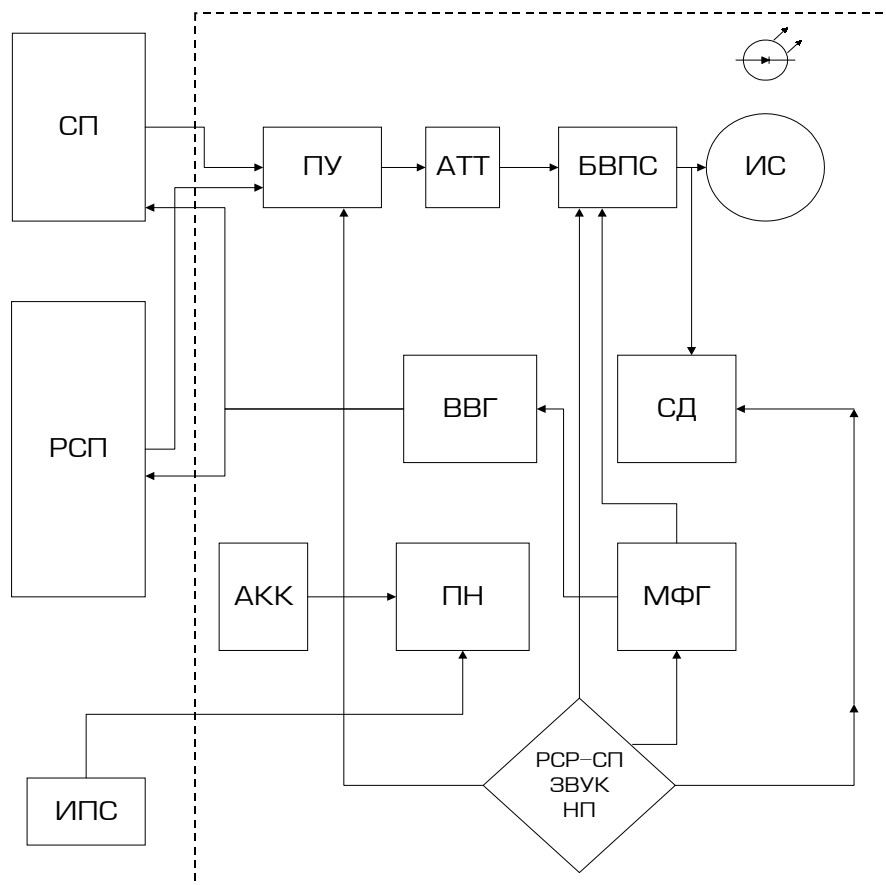

Рис.1
4.2.1. На рис.1 приведена структурная схема дефектоскопа ИД-91М.